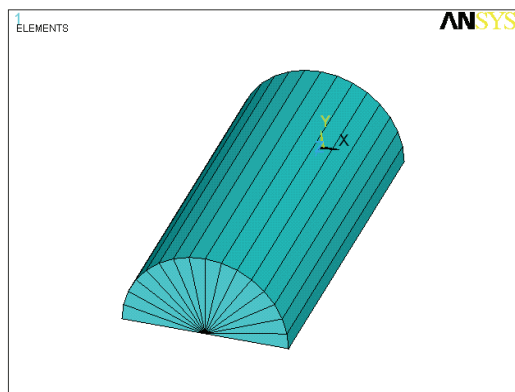

图 8-35 裂纹前缘单元显示
22) 选择 Utility Menu | Plot | Elements 命令, ANSYS 显示窗口将显示所生成的裂纹前缘单元, 如图 8-35 所示。